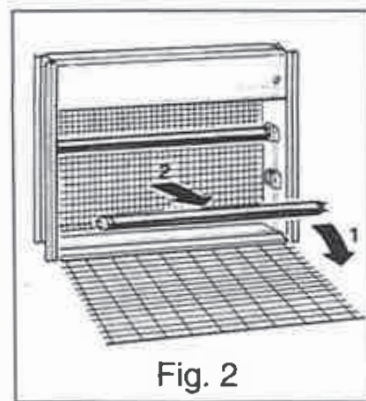

Fig. 2
2. Retirez les grilles noires de protection (voir Fig. 2) pour remplacer les lampes.